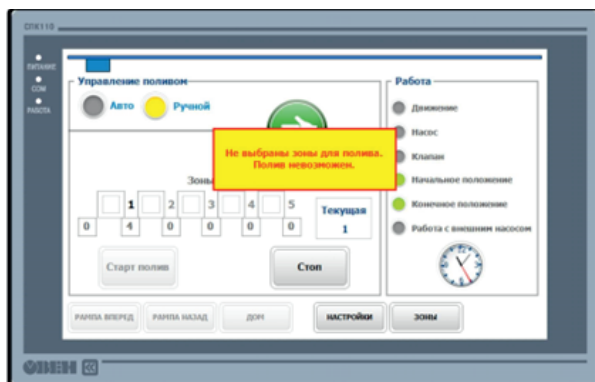

Рисунок 6.
1) Настройка зон полива производится на экране «Зоны» кнопкой ЗОНЫ (Рисунок 6).